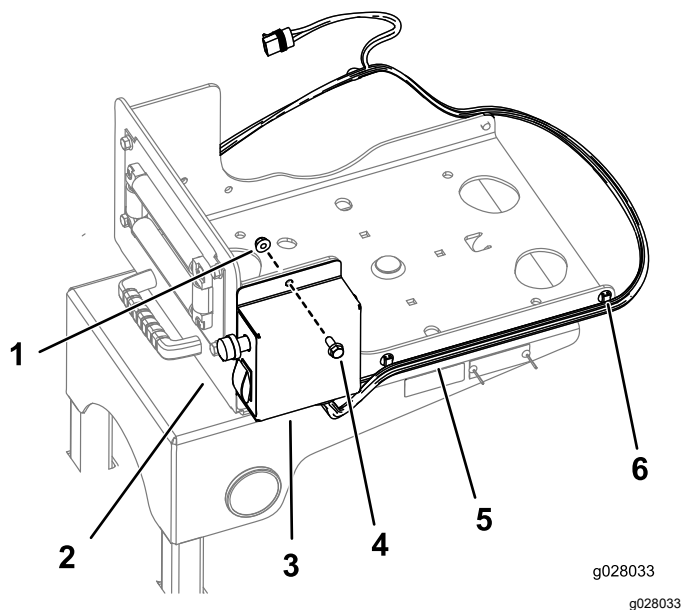

Figura 21
3. Monte la caja de interruptores en el soporte giratorio con 2 pernos (5/16"-18 x 1/4") y 2 tuercas con arandela prensada (5/16"-18), según se muestra en Figura 21.
4. Sujete el arnés de cables al lateral del soporte giratorio usando los clips existentes (Figura 21).